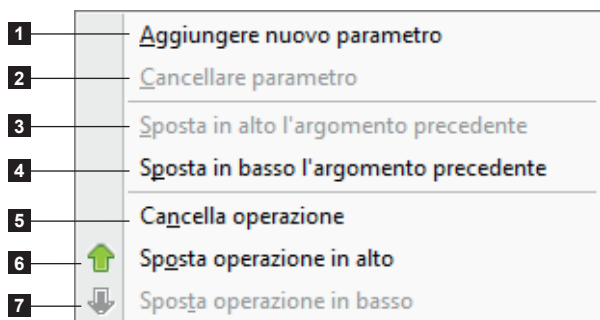

Figura 81 Proprietà della formula
- Selezionare il tipo di operazione nella lista (1) ► Tabella 3 Lista di operazioni.
- Doppio clic sull'operazione selezionata (2) da aggiungere alla lista (3). È possibile combinare più operazioni.
- Completare gli operandi (4), sia inserendo una data fissa nel campo modificabile o selezionando una sorgente dati (5). Con un clic col tasto destro è possibile aggiungere o cancellare degli operandi (in base all'operazione) o anche cambiando l'ordine. Lo stesso si applica per ordinare le operazioni ► Figura 81.
- Rieseguire le fasi precedenti per aggiungere un'altra operazione. Viene visualizzato il risultato intermedio (6) e il risultato finale (7) delle operazioni.
- Convalidare col pulsante OK (8).